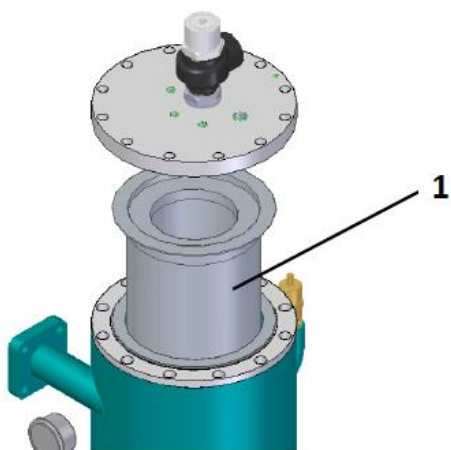

图 40：油细分离器
5. 用扳手松开并取下油气桶上盖，然后取出旧的油细分离器(图 40/1)。
8. 安装新的油细分离器(图 40/1)